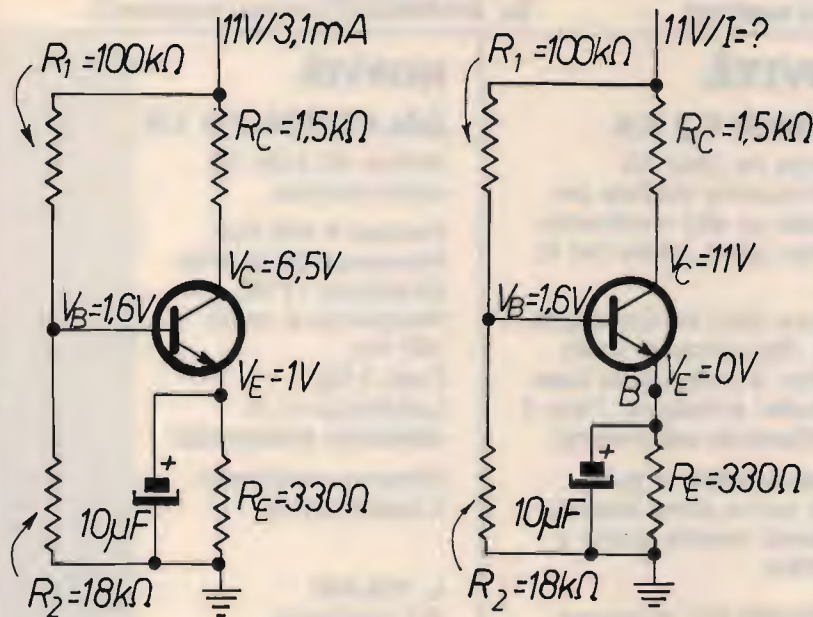

figura 6
tato le cose che spesso dimentico. Le osservazioni dei due Lettori mi sono state molto utili — grazie — e mi danno l'occasione di completare l'argomento. Invero, lo stadio in questione si può riparare anche senza fare tanti ragionamenti, peraltro molto didattici. In figura 6, ho disegnato lo stadio regolarmente funzionante e lo stadio difettoso con relative tensioni. Per rendere la cosa meno facile, immaginiamo che non possiamo misurare la corrente. Infatti, se potessimo controllare la corrente, l'amperometro misurerebbe $90 \mu\text{A}$, il che ci farebbe pensare ad una interruzione nella giunzione base-emettitore. Veramente, anche con le sole tensioni e qualche ragionamento, potremmo sospettare la giunzione base-emettitore. Immaginiamo di essere stanchi, e di non avere voglia di fare ragionamenti; il guasto si può trovare anche con le sole misurazioni ohmiche. Tolta la tensione, misuriamo la resistenza diretta base-collettore (puntale positivo sulla base, puntale negativo sul collettore, portata $\Omega \times 10$); si misureranno i soliti $100 \div 200 \Omega$; spostiamoci su $\Omega \times 100$, e si misurerà più di 1000Ω ; il perché lo abbiamo visto nell'articolo su "La resistenza interna" (2). Rovesciamo i puntali, e l'ohmetro segnerà $R_1 + R_C$. Dato che R_C è molto piccola, cortocircuitiamo R_1 , e adesso l'ohmetro misura soltanto $R_C = 1,5 \text{ k}\Omega$. Siamo certi adesso che la parte "superiore" dello stadio è OK. Andiamo a vedere la parte "inferiore". Misuriamo la resistenza diretta della giunzione base-emettitore. Se essa è interrotta, l'ohmetro deve misurare $R_2 + R_E$, invece dei normali $100 \div 200 \Omega$. Rovesciamo i puntali: misuriamo sempre $R_2 + R_E$. Essendo la giunzione interrotta, l'ohmetro dà sempre la stessa misurazione. Prima di dissaldare il transistor, conviene però accertarsi che l'interruzione